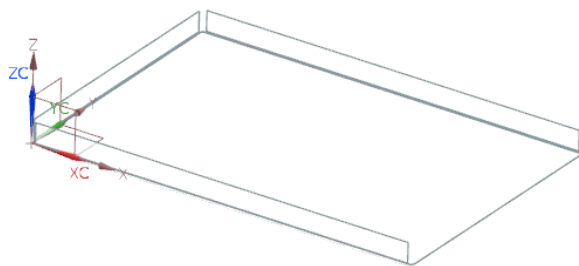

图 2-35 创建弯边特征 3
(7) 在“弯边”对话框中, 单击  按钮, 创建弯边特征 3, 如图 2-35 所示。